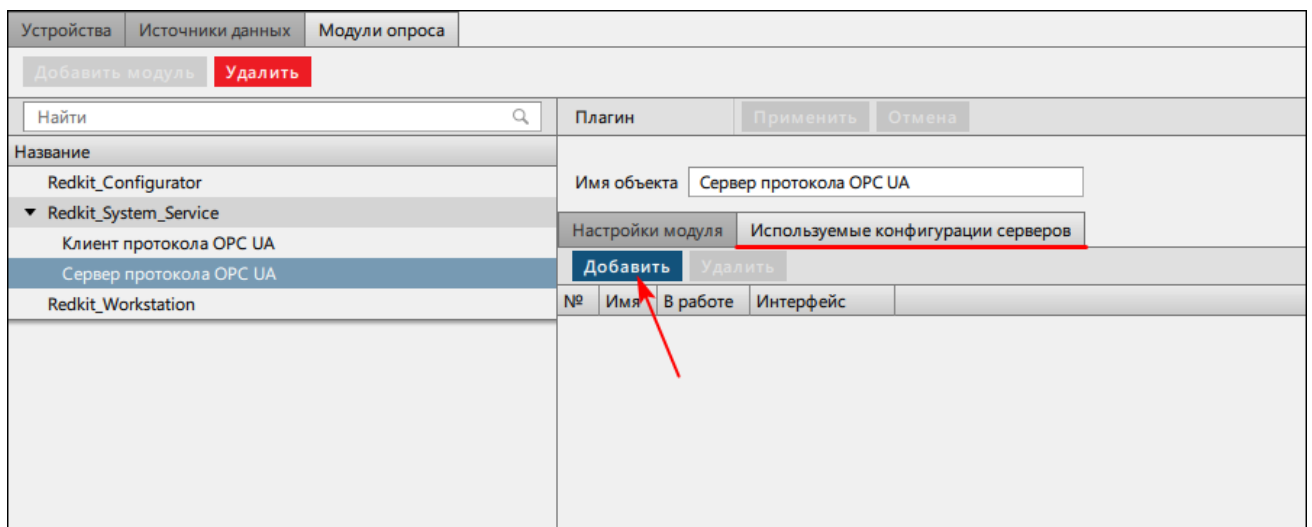

Рисунок 231 - Используемые конфигурации серверов
10. Внутри модуля на вкладке **Используемые конфигурации серверов** нажмите **Добавить** (Рисунок 231).